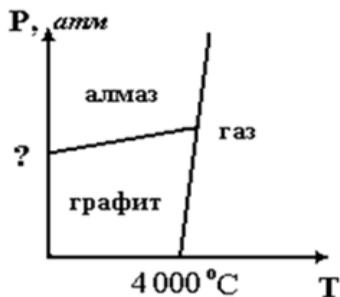

Рис. 34. Фазовая диаграмма углерода
2. Более сотни лет среди ученых шла так называемая алмазная лихорадка – попытки превратить графит в алмаз. Но эти попытки не имели успеха, т. к. диаграмма состояния углерода была неизвестна. Было известно следующее: при  $4\ 000\ ^\circ\text{C}$  графит сублимирует; при низких давлениях устойчив графит, а при высоких – алмаз (природные алмазы образовались в жерлах потухших вулканов при высоких  $T$  и  $p$ ). Чтобы получить искусственные алмазы, надо было знать цифру (вместо ? на рис. 34).